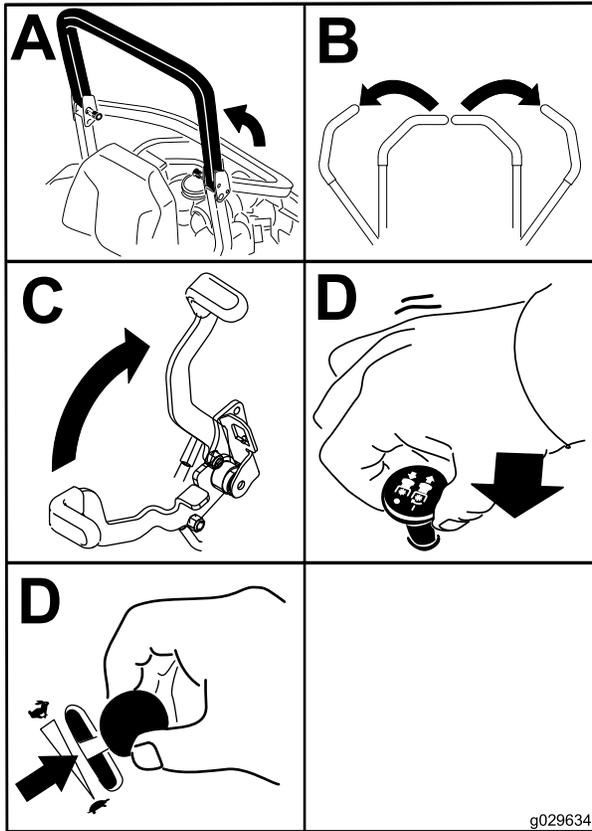

Figura 19
- Mueva el mando de control de las cuchillas (TDF) a la posición de Desengranado (Figura 19).